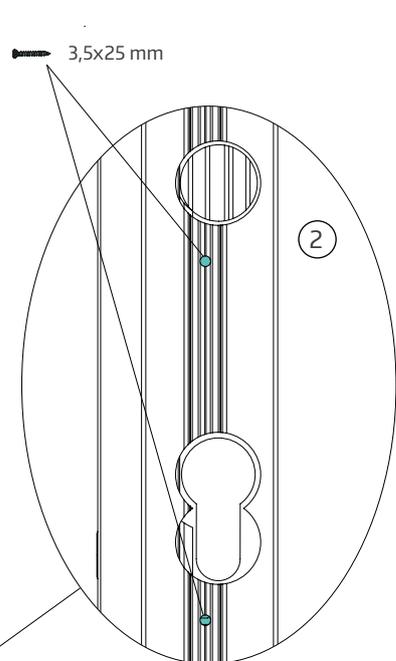

Abb. 2
- ② Beim Getriebe mit Hubantrieb müssen die zwei 3,5x20 mm Schrauben in die zwei vorgebohrten Löcher (s. Abb. 2). Beachten Sie die Einschraubtiefe (s. Abb. 3). Die genaue Justierung der Schrauben erfolgt bei der Montage der Edelstahl-Abdeckblende (Seite 48).